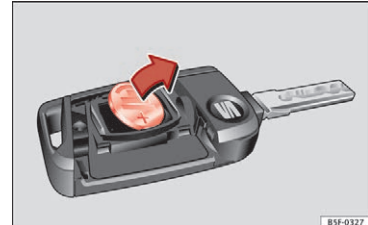

Fig. 117 Bilnøgle: udtagning af batteri
- Vip batteriet ud af batterirummet med en egnet, tynd genstand » Fig. 117.
- Sæt et nyt batteri i som vist på billedet » Fig. 117, og tryk det ind i batterirummet modsat pilens retning » ②.